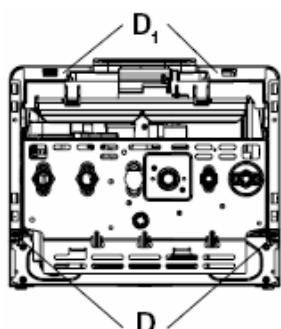
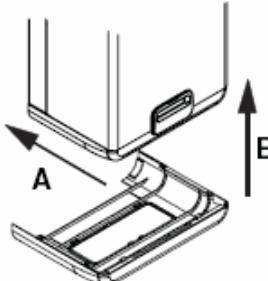
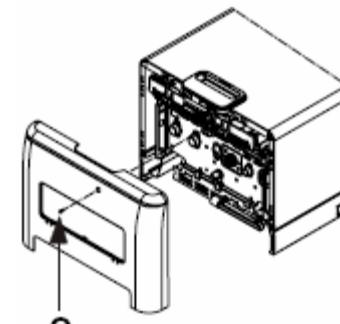

Рис. 10
Рис. 11
Рис. 12
После того как котел будет установлен, винты **D1** (рис. 10) можно снять. После завершения работ по установке котла и подключению его к газопроводу и к системам отопления и ГВС, установите крышку, закрывающую отсек со штуцерами (**A-B**, рис. 11) таким образом, чтобы защелки этой крышки прочно встали в специальных прорезях в нижней части котла. Закрепите крышку винтом **C** (рис. 12), который находится в пакете с документацией к котлу.
- отвинтите винт крепления крышки, закрывающей штуцеры (C, рис. 12)